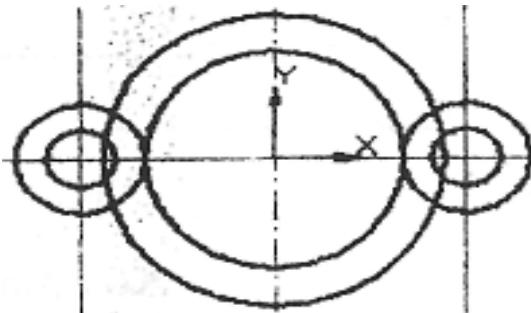

Рисунок 2
- Постройте окружности по образцу с использованием размеров, указанных на детали (см. рисунок 2).